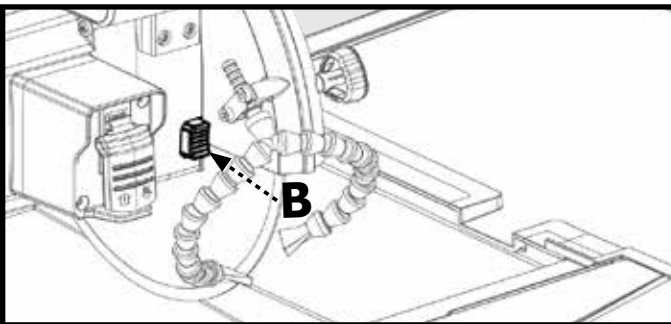
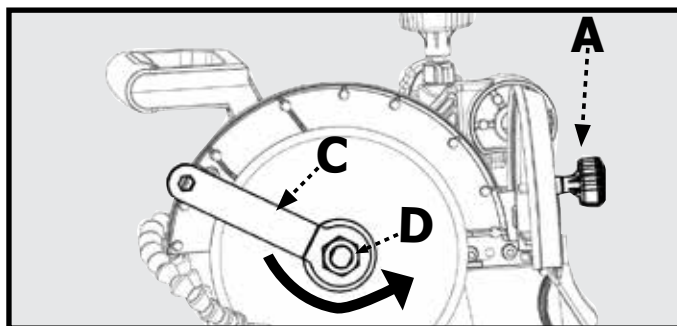

Figure 26
Figure 27
1. Desserrez le bouton de verrouillage du couvre-lame (A, fig. 27).
2. Ouvrez le couvre-lame (6)
4. Appuyez sur le blocage de broche de la lame (B, fig. 26) et utilisez la clé de lame (C, fig. 27) pour desserrer l'écrou de blocage de l'arbre (D, fig. 27)
7. Placez la nouvelle lame sur l'arbre de sorte que la flèche sur la lame pointe dans la même direction que la flèche sur le couvre-lame. (Voir figure 27)